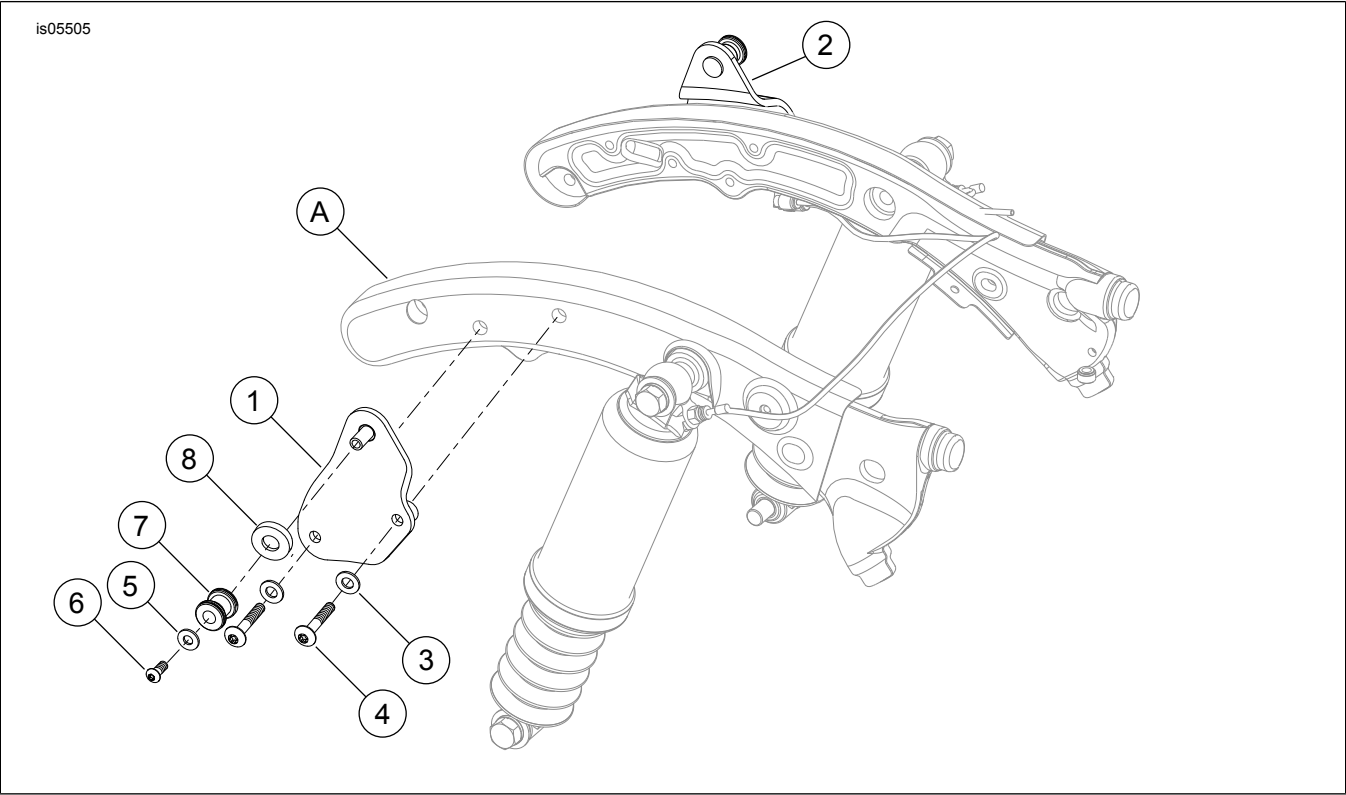

Figura 2. Parti di ricambio: Kit bulloneria di ancoraggio rimovibile
Vedere Figura 2 e Tabella 1.
1. Vedere Figura 2 e Tabella 1. Applicare 2 o 3 gocce di Loctite® 262 (rosso) alle viti TORX® (4). Installare le piastre di ancoraggio (1 e 2) sul coperchio del parafango e sulla guida (A) con rondelle (3) e viti TORX (4) e serrare ad una coppia 23 N·m (17 ft-lbs).
3. Vedere Figura 2 e Tabella 1. Installare i punti di ancoraggio (7) sulle piastre di ancoraggio (1 e 2) utilizzando le rondelle (5 e 8) e la vite (6). Serrare ad una coppia di 14,2 N·m (10,5 ft-lbs).